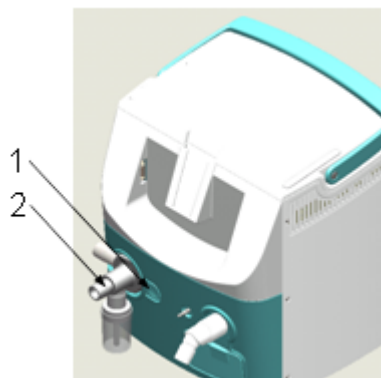
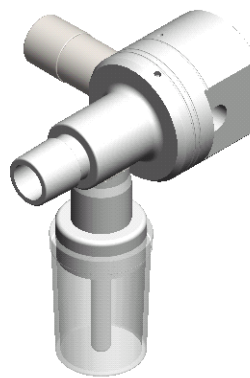

Figura 8-1
Figura 8-2
- a. Pressione o botão (1 na Figura 8-1);
- b. Puxe para fora o componente do núcleo da válvula expiratória (2 na Figura 8-1, Figura 8-2);
- Insira a chave de fenda no sulco (1) da extremidade da caixa de fusíveis. Veja a Figura 8-2.
- Retire o suporte do fusível (2).
- Remova o fusível (3).